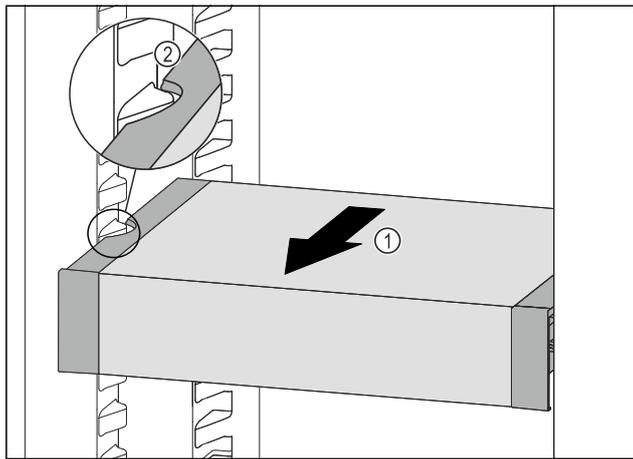

Fig. 97
- ▶ Изтеглете VarioSafe напред Fig. 97 (1), докато страничните прорези на VarioSafe се намират на височината на реброто на съда в хладилната част. Fig. 97 (2)